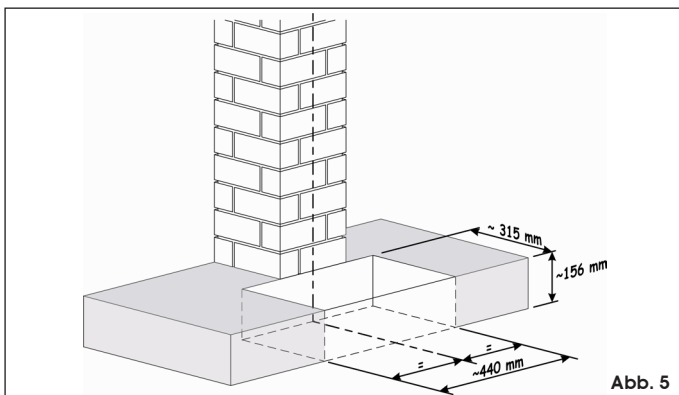

Abb. 5
1. Fundamentaushub vornehmen, siehe Abb. 5.